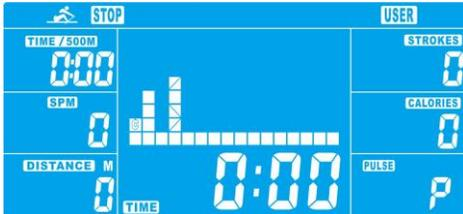

Abbildung15
8.2 UP (HOCH) oder DOWN (RUNTER) drücken, um den Schwierigkeitsgrad jeder Spalte einzustellen (Abbildung 15). ENTER drücken, um zum nächsten zu gelangen. Den Modus für 2 Sekunden gedrückt halten, um die Einstellung zu beenden oder abzubrechen.